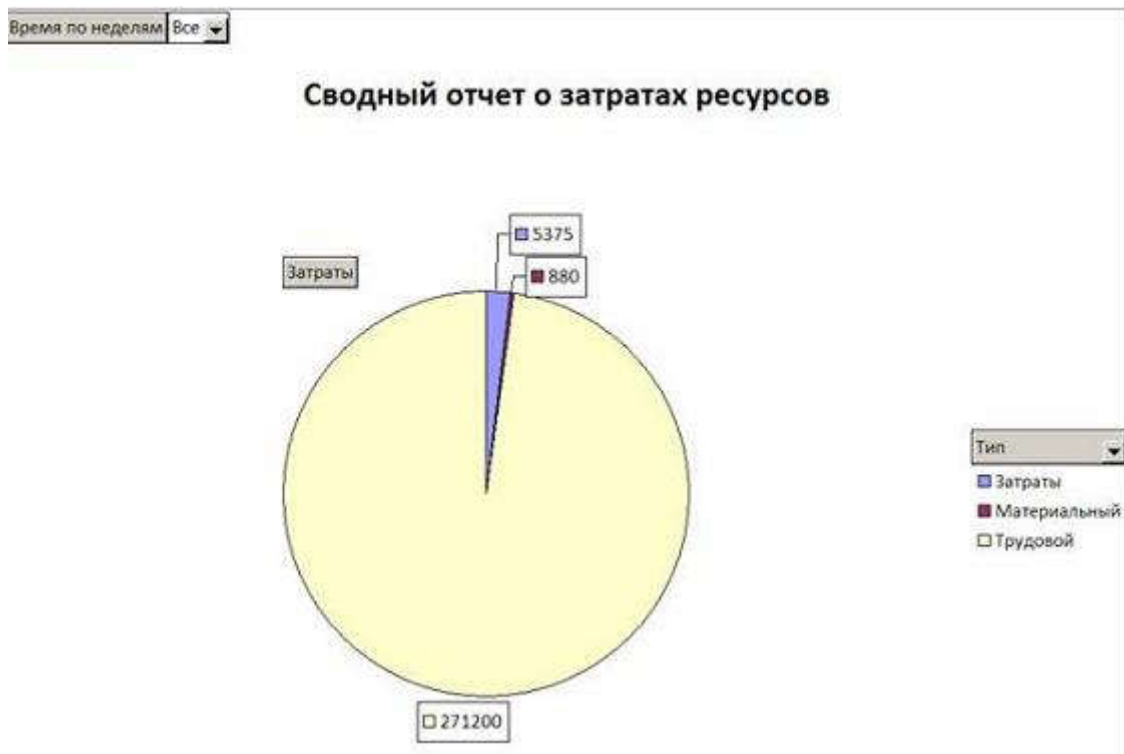

Рис. 9.16. Сводный отчет о затратах ресурсов
3. Отчет формируется в системе Excel и имеет вид круговой диаграммы, изображенной на рис. 9.16.